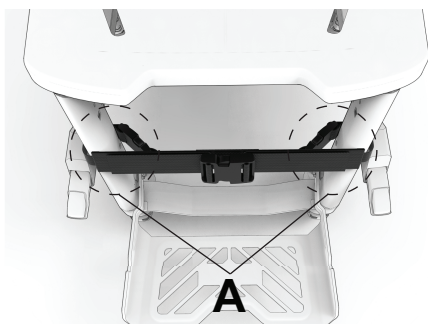

図 28 – サイド解除バックルを接続します
1. ストラップをチェアーのフロントレッグに巻き付け、サイド解除バックル (A) を接続します (図 28)。